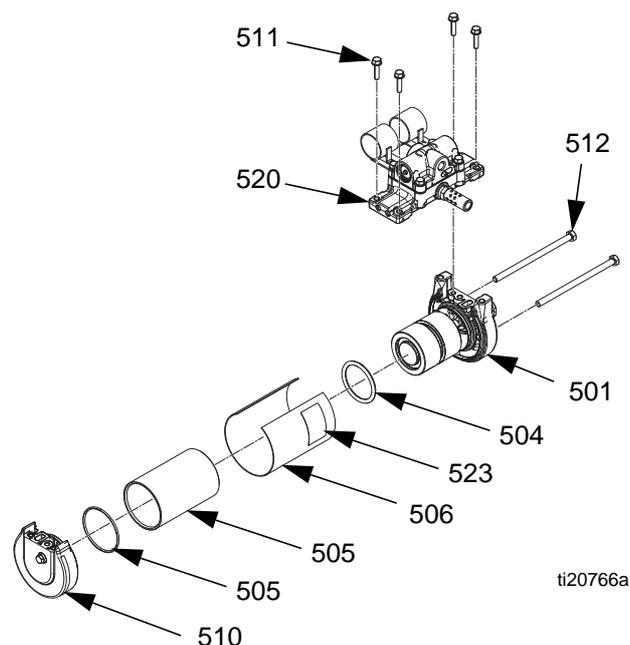

FIG. 52
*Démontage (voir la FIG. 52) :*
4. Utiliser une douille de 10 mm pour retirer les quatre vis (511) et déposer l'ensemble du collecteur d'air (520). Voir FIG. 52.
5. Utiliser une douille de 13 mm pour retirer les deux boulons (512), puis retirer ensuite le capuchon supérieur du moteur pneumatique (510).
6. Retirer et jeter le joint torique de piston (504) du piston (519).
*Remontage (voir la FIG. 52) :*
2. Installer le nouveau joint torique de piston (504) sur le piston (519).